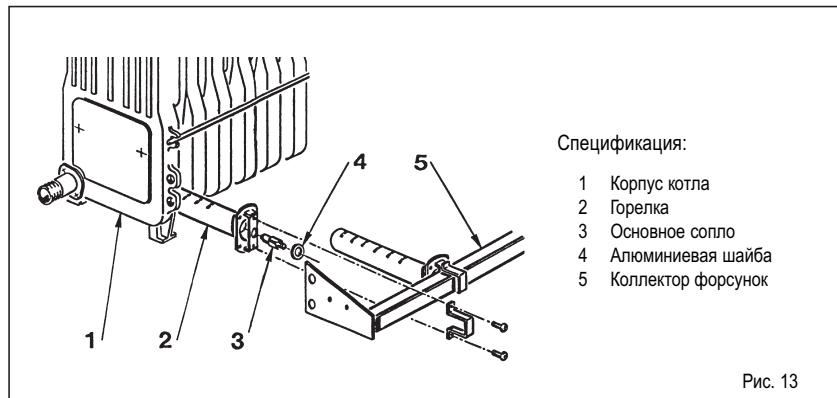

Рис. 13
- Снять горелку с коллектора и сильной струей воздуха, направленной во внутрь, прочистить её, удалив все загрязнения. Убедитесь в том, что коллектор форсунок очищен полностью (рис. 13).